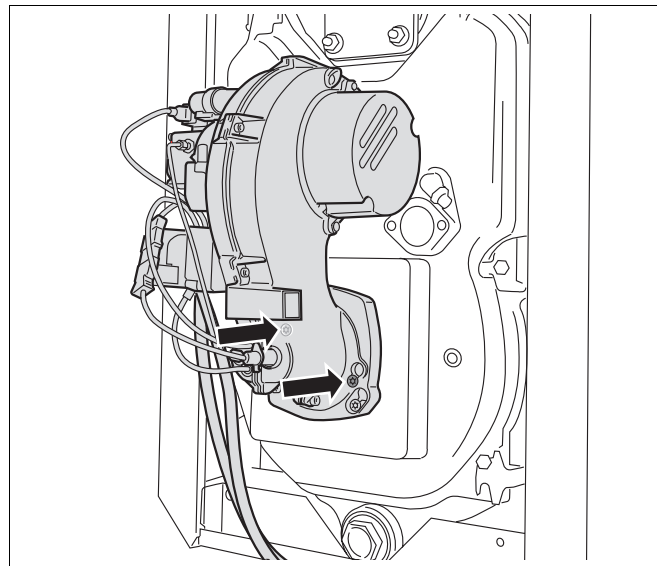
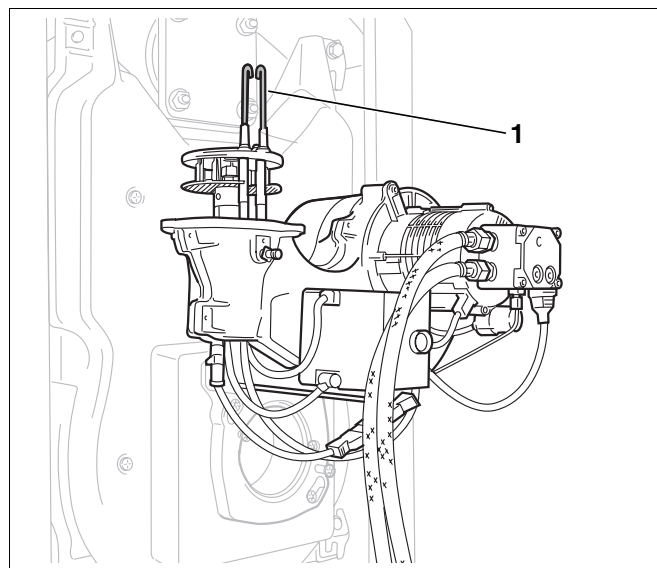

Abb. 26 Schrauben der Bajonettbefestigung lösen
Abb. 27 Brenner in Serviceposition aufstecken
- Brennerschrauben der Bajonettbefestigung (Abb. 26, Seite 31) lösen (fünf bis sechs Umdrehungen – ca. 6–8 mm). Brenner in Serviceposition (Abb. 27, Seite 31) aufstecken.
- Die beiden Schrauben der Bajonettbefestigung lösen (Abb. 26).
- Brenner in Serviceposition (Abb. 27) aufstecken.
Die Zündelektroden (Abb. 27, **Pos. 1**) müssen frei von Ablagerungen sein.
- Zündelektrode (Abb. 27, **Pos. 1**) ausbauen.